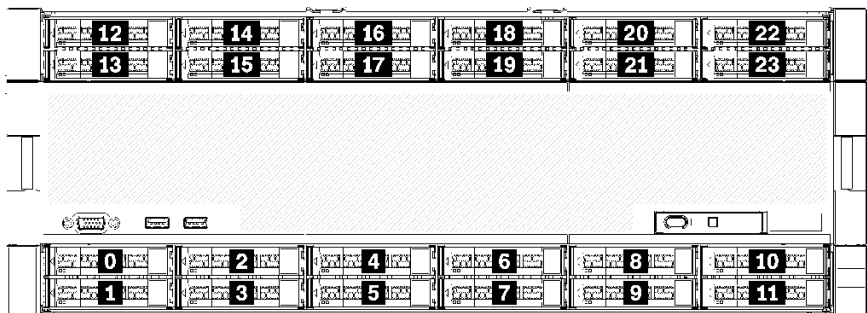

図3. ドライブ・ベイの位置
- 上から 2 台のドライブでは SAS、SATA、または NVMe インターフェース・ドライブがサポートされています (Lenovo AnyBay)。このサーバーは、サーバー構成に応じて最大 12 台の NVMe ドライブをサポートできます。14 ページの図 3「ドライブ・ベイの位置」に示されているように、NVMe 対応ドライブ・ベイは偶数のベイです。